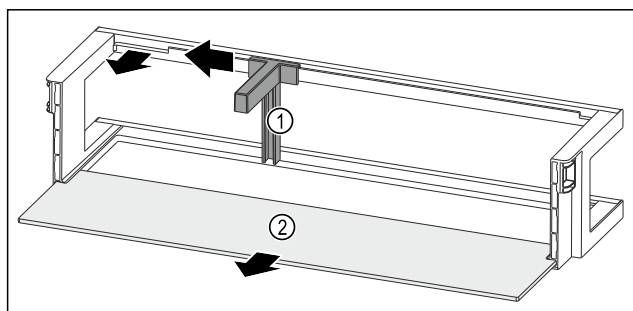

Fig. 237 Polica u vratima s držačem boca i policom za odlaganje
- ▶ Držać za boce Fig. 237 (1) pogurnite do otvora na stranu.
- ▶ Izvadite držać za boce Fig. 237 (1).
- ▶ Izvadite policu Fig. 237 (2).